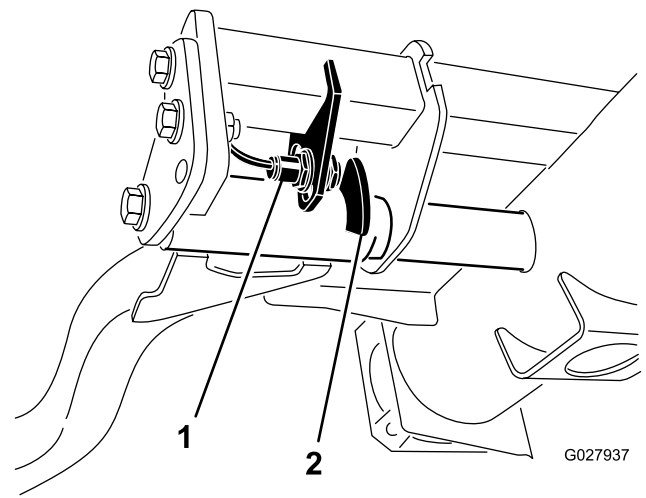

Figura 38
2. El interruptor del brazo de elevación está situado debajo del depósito de aceite hidráulico y detrás del brazo de elevación delantero derecho (Figura 38).